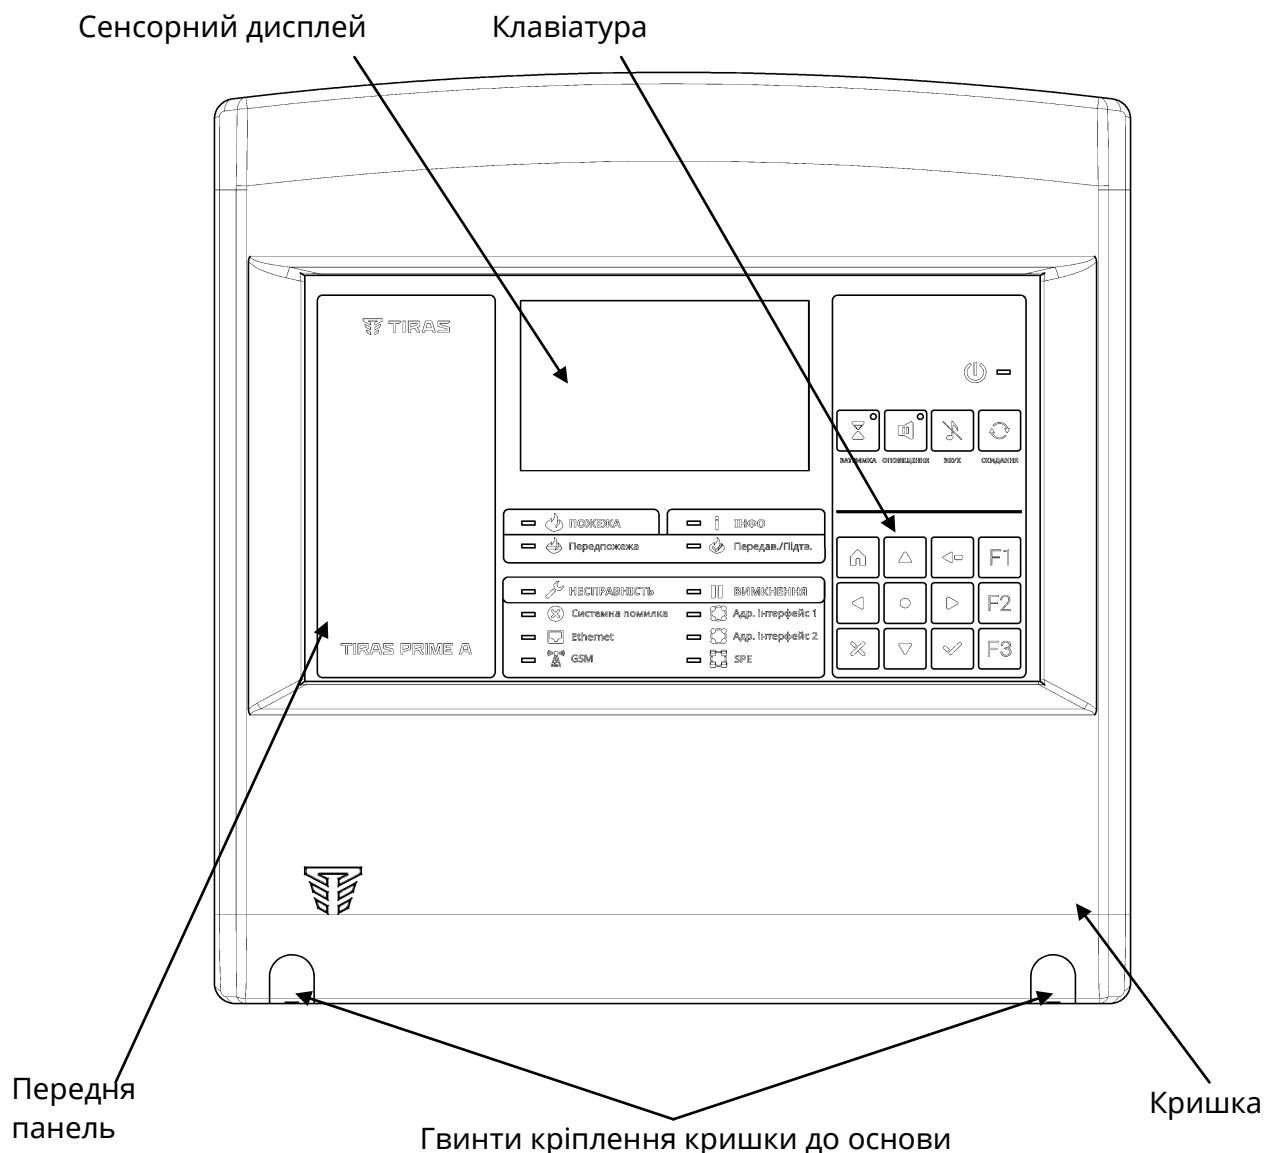
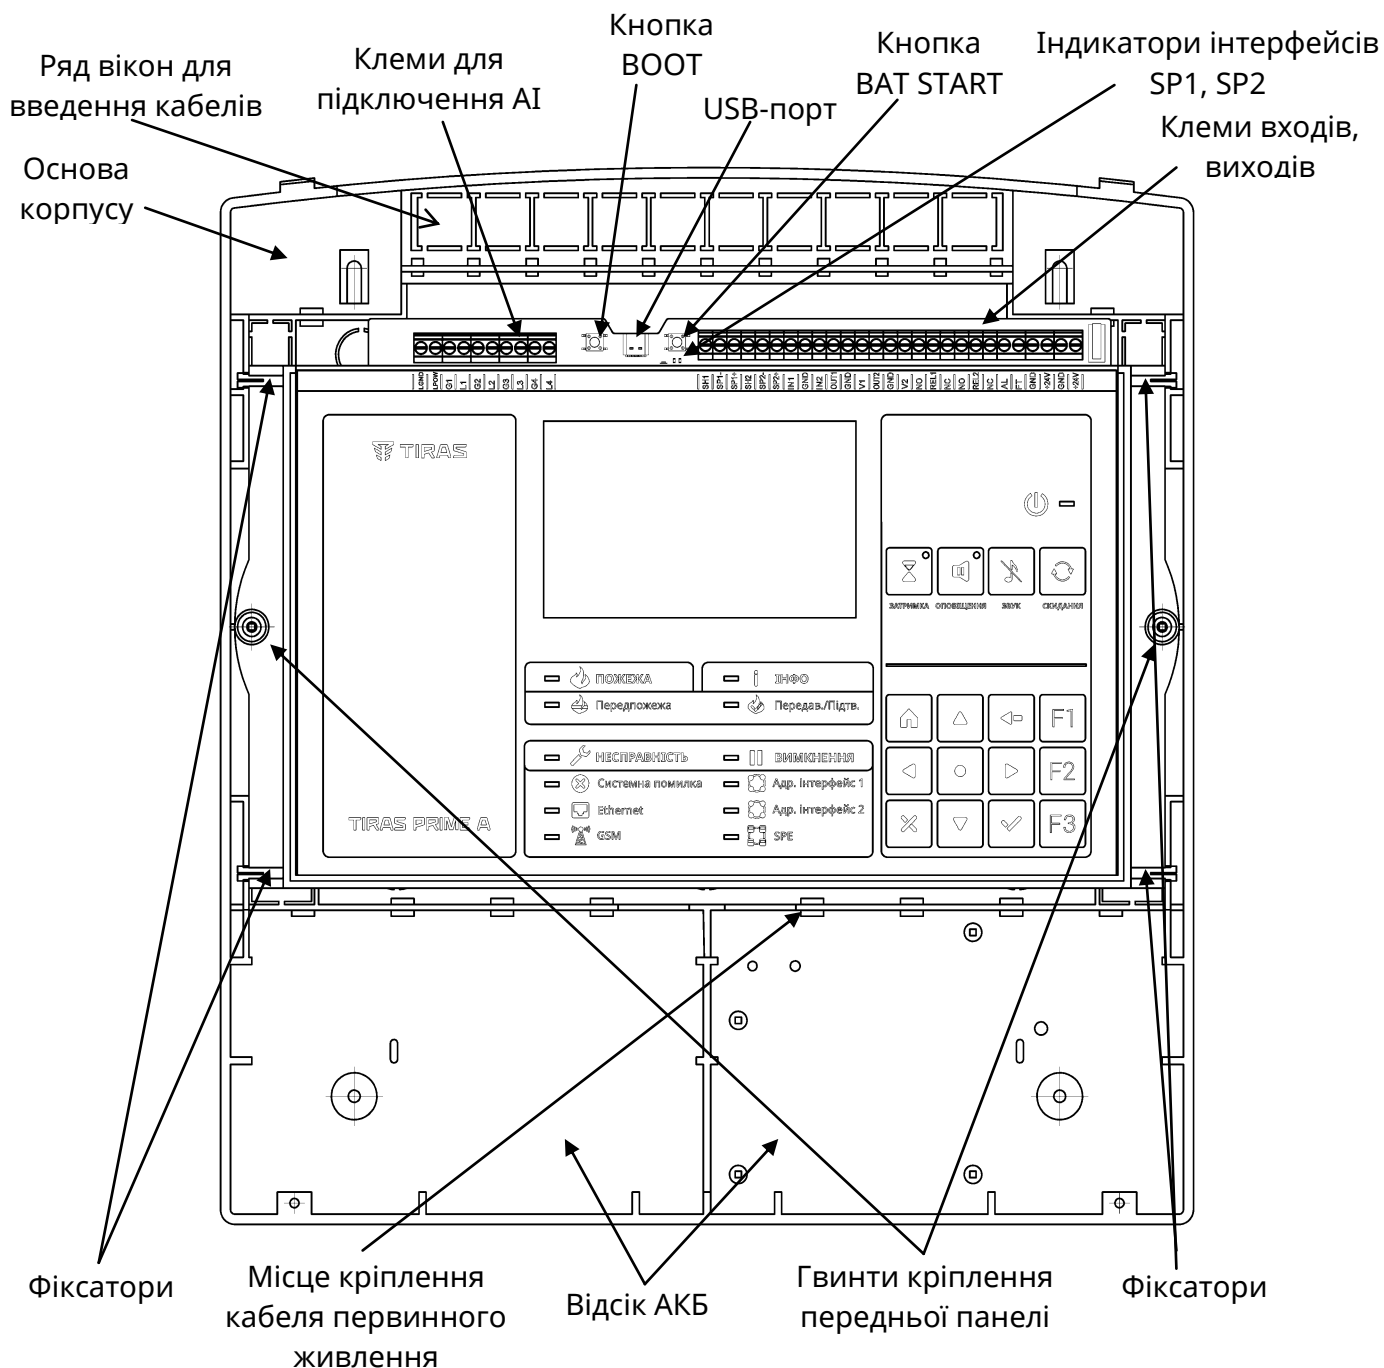

Рисунок 7.1 – Вигляд ППКП (лицьова сторона)
Рисунок 7.2 – Вигляд ППКП з відкритою кришкою
7.1.1 Корпус ППКП складається з основи, кришки, передньої панелі і забезпечує ступінь захисту IP30 (рис.7.1) (основа корпусу показана на рис. 7.2).
- 1) відкрутити два гвинти кріплення в нижній частині корпусу (рис. 7.1);
7.1.2 На основі за передньою панеллю та у верхній частині основи розташовані отвори для введення дротів та кабелів та отвори для закріплення ППКП на вертикальній площині (рис. 7.2). Попередньо всі отвори для введення кабелів закриті заглушками. При введенні кабелів в корпус потрібні заглушки виламують. У випадку введення кабелів через верхній ряд отворів необхідно ущільнити використані отвори з метою збереження ступеню захисту оболонки корпусу.
Передню панель закріплюють на основі за допомогою чотирьох фіксаторів (рис. 7.2), які дають можливість за потреби повернути передню панель вгору. Нижні фіксатори та правий верхній фіксатор відкриті, лівий верхній фіксатор закритий для попередження випадання передньої панелі з основи під час повороту. Додатково передню панель кріплять до основи двома гвинтами.
- 1) відкрити два гвинти кріплення до основи (рис. 7.2);